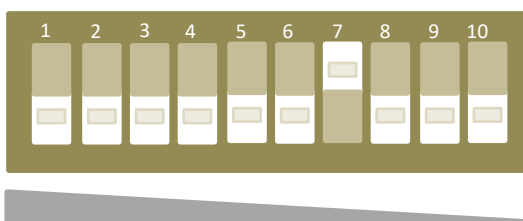

Рисунок 7.10
– при отсутствии тревожного извещения увеличить чувствительность, установив флажок 7 переключателя регулировки чувствительности (поз.1, рисунок 7.1) в положение «Вкл.» (верхнее положение), все остальные флажки в положение «Выкл.» (нижнее положение) (рисунок 7.10) и повторить попытки несанкционированного проникновения через ограждение по выше указанной методике.